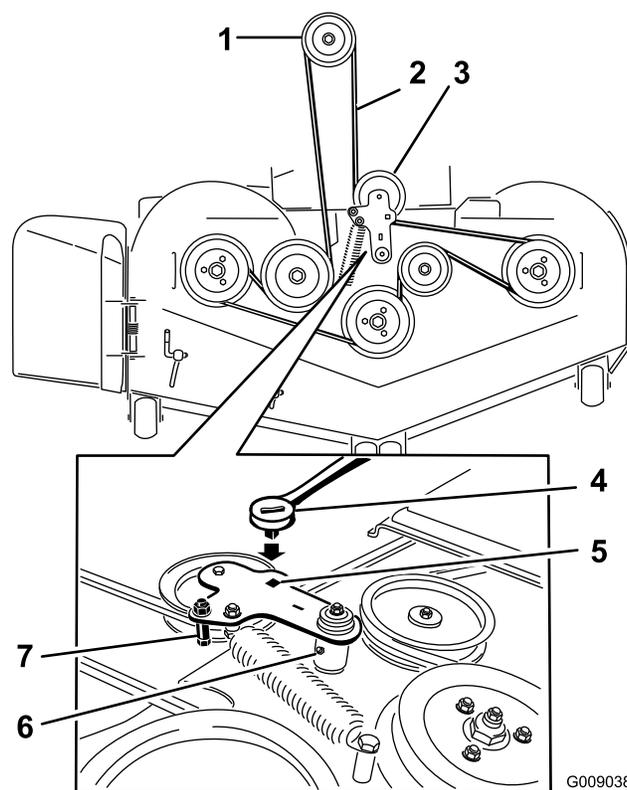

Figura 81
5. Utilice una llave de carraca en el taladro cuadrado del brazo tensor para aliviar la tensión del muelle tensor (Figura 81).
7. Instale la guía de la correa en el brazo tensor tensado con muelle indicado en Figura 81.
9. Pase la correa nueva alrededor de las poleas del cortacésped y de la polea del embrague, debajo del motor (Figura 81).
10. Instale la guía de la correa en el brazo tensor según se muestra en Figura 81.
11. Utilizando la llave de carraca en el taladro cuadrado, instale el muelle tensor (Figura 81). Asegúrese de que los extremos del muelle están asentados en las ranuras de anclaje.